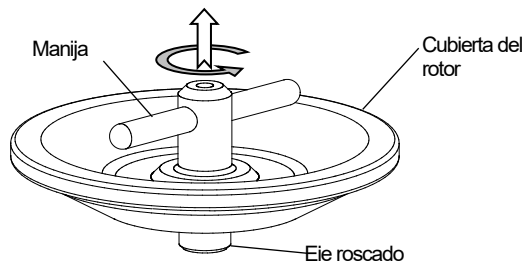

Fig. 3-1 Cómo remover la manija
- 4) Cubra la empaquetadura ligeramente con grasa de silicona (grasa de vacío) para hacerla completamente hermética y límpiela del exceso de grasa. Cuando use el rotor S58A y S50A, cubra ligeramente el empaque del mango (junta tórica) con grasa de silicona (grasa de vacío) después de quitar el mango de la cubierta del rotor. Gire la manija hacia la izquierda tirando hacia arriba para quitar la manija de la cubierta del rotor (vea la Fig. 3-1). Después de terminar de recubrir una grasa de vacío al empaque del mango (junta tórica), coloque el mango con el empaque del anillo (junta tórica) en el cuerpo del rotor, y luego gire el mango hacia la derecha para ensamblar el mango en la cubierta del rotor.
- 4) Cubra la empaquetadura ligeramente con grasa de silicona (grasa de vacío) para hacerla completamente hermética y límpiela del exceso de grasa. Cubra la empaquetadura del mango (junta tórica) ligeramente con grasa de silicona (grasa de vacío) después de quitar el mango de la cubierta del rotor. Gire la manija hacia la izquierda tirando hacia arriba para quitar la manija de la cubierta del rotor (vea la Fig. 3-1). Después de terminar de recubrir una grasa de vacío al empaque del mango (junta tórica), coloque el mango con el empaque del anillo (junta tórica) en el cuerpo del rotor, y luego gire el mango hacia la derecha para ensamblar el mango en la cubierta del rotor.